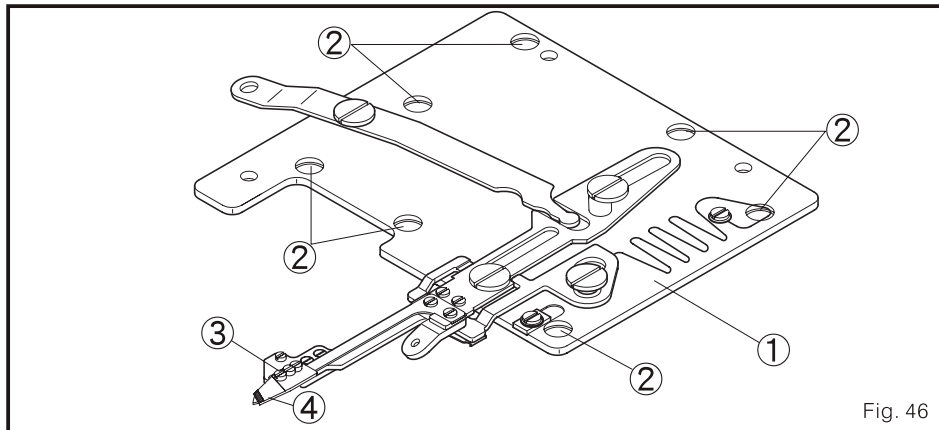

Fig. 46
- (2) Enquanto ajuste, por favor solte um pouco os quatro parafusos 2 do apoio para o refilador 1 inferior. Mexa este sustã 1 até atrás e avance até adquirir isso previamente mencionado em (1). Finalmente, ajuste firmemente o parafuso (Fig. 46)
- (4) Solte um pouco o parafuso 3, e ajuste o localização da parte 4 para ajustar o espaço entre o refilador inferior e a extremidade do looper como se menciona em (3). Depois ajuste o parafuso 3 fortemente. (Fig. 46)